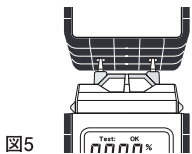

図5
"Test:"で本器の動作チェックを行います。表示部②に"Test:"が表示されている時に保護ケースの上部に2つの穴があるので図5のようにセンサー部をこれに接触させます。"Test:ok"の表示がでたら測定が可能になります。もし"Test:ok"の表示がでない場合は、センサー部をきれいにふきとり再度ためしてください。測定する対象物にレンジを切替えてからセンサー部を被測定対象にかるく突きさして表示部②の測定値が安定したところで数値を読み取ります。
- (3) 電源がOFFの状態でもボタン⑤を2秒以上長押しすると"セットモード"に入ります。